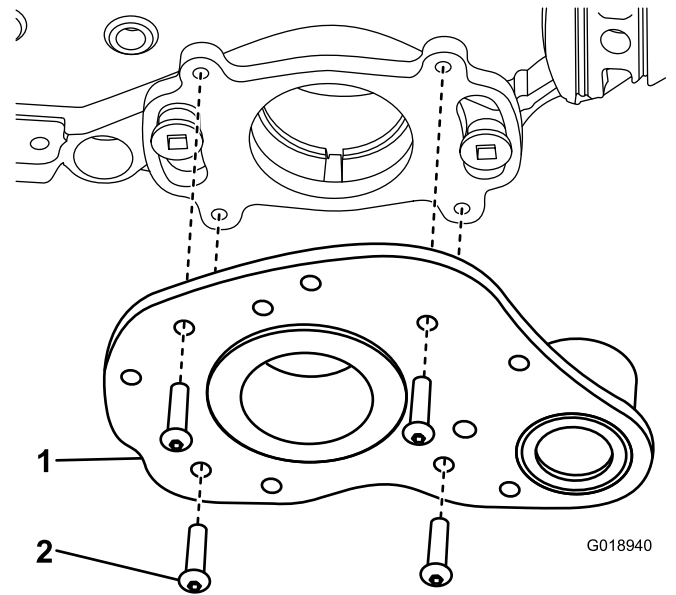

図 31
7. グルーマ駆動アセンブリを後取り付けプレートに固定しているねじ4本を外す 図 31。